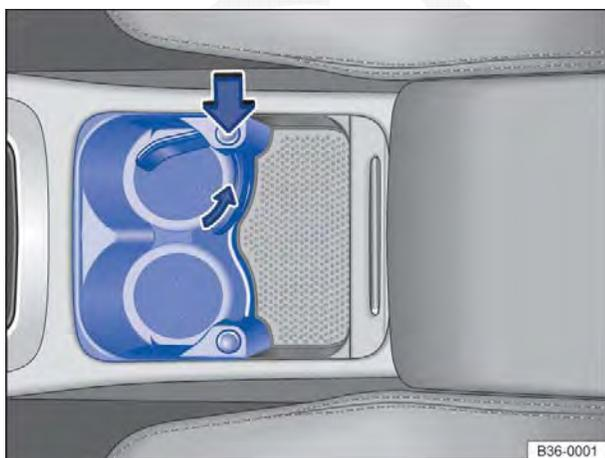

Fig. 123 No console central dianteiro: porta-copos (variante 1). Rebater o suporte no porta-copos aberto.
- Pressionar o botão ⇒ Fig. 123 (seta grossa) para girar o suporte para fora.
- Girar o suporte de volta ao console ⇒ Fig. 123 (seta menor). O suporte precisa se encaixar.